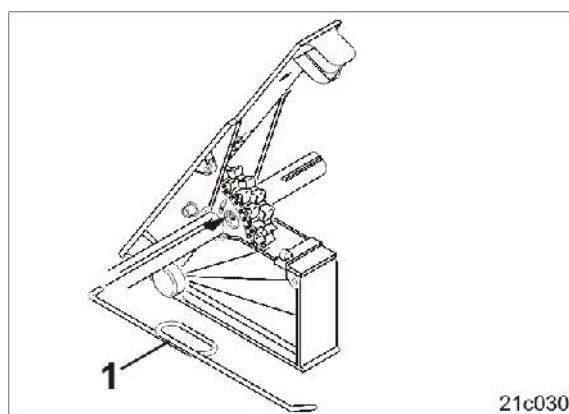

Рис. 108
1. Ключом (Рис. 108/1), входящим в комплект поставки, до упора вдавите расположенный за отверстием штифт в нормальную высевًاющую катушку.